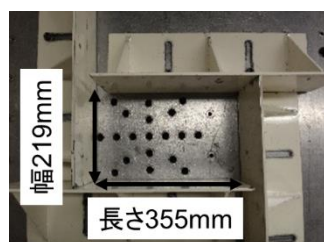

図2 L字型固定治具
②隙間15mmについては、L字型固定治具を梱包品の外のり寸法 340×204mm に対して15mm 広い 355×219mm の間隔で設置しました（図2）。③④⑤も同様ですが、④⑤隙間5mm